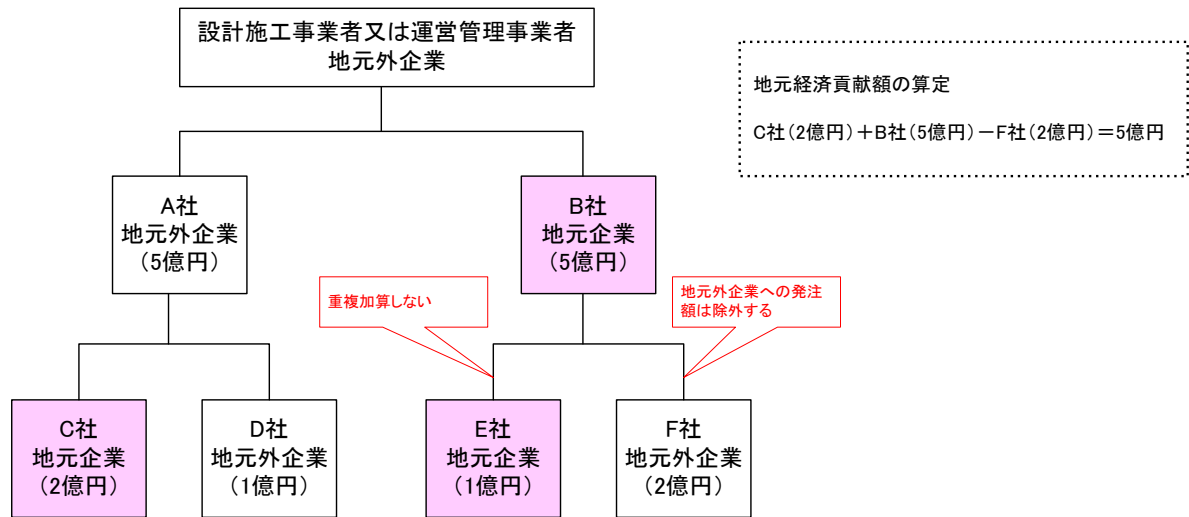

図1 工事請負、業務委託に係る地元経済貢献額の算出例
(6) 地元経済貢献額の算出方法（図1～3を参照）
① 地元雇用